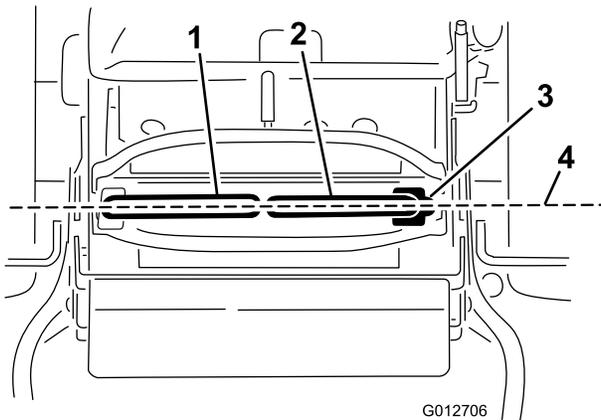

Figura 71
Importante: Certifique-se de que o alinhamento do cortador está correcto após o ajuste das alavancas de controlo de movimento. O ajuste do alinhamento e o alinhamento das alavancas de controlo de movimento da parte dianteira para a traseira é o mesmo procedimento (Figura 71).
1. Depois de ter concluído o alinhamento horizontal, verifique o alinhamento entre a frente e a traseira empurrando ligeiramente as alavancas de controlo para a frente para detectar alguma folga nas ligações das alavancas de controlo (Figura 71).